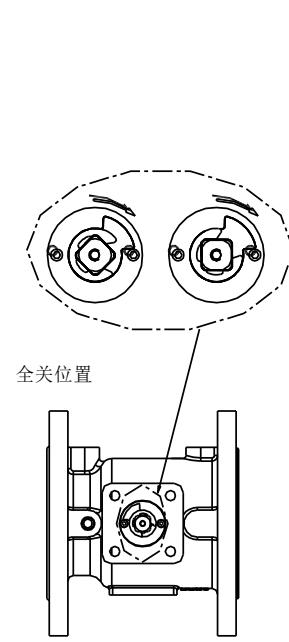

图 3
- 如图 3, 用扳手将阀杆顺时针旋转到全关位置(无法转动的位置)。